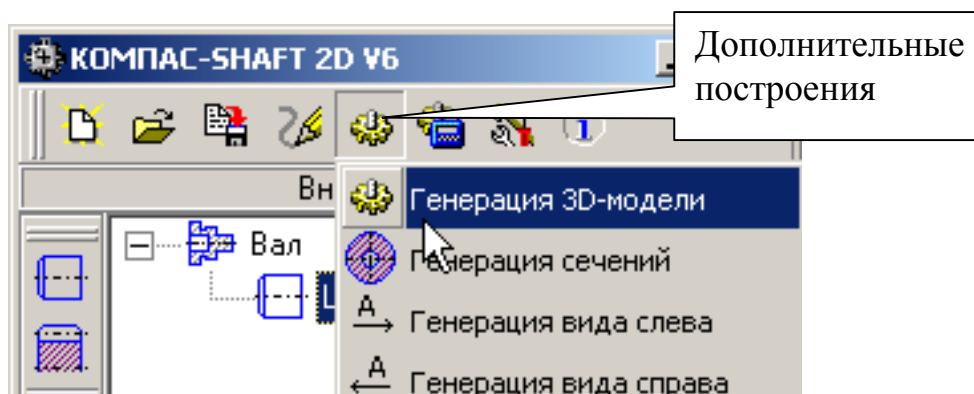

Рис. 89
4. Выполните пространственную модель. Для этого нажмите кнопку **Генерация 3D-модели** на панели *Дополнительные построения*, рис. 89.